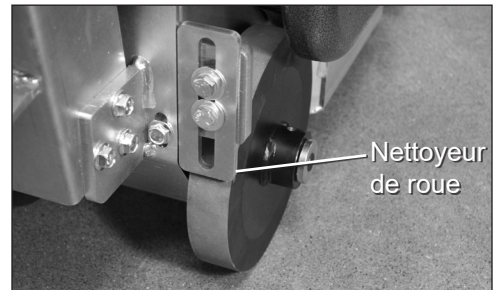

FIG. 8
1. Desserrer le nettoyeur de roue au moyen d'une clé 14,3 mm (9/16 po) (Figure 8).